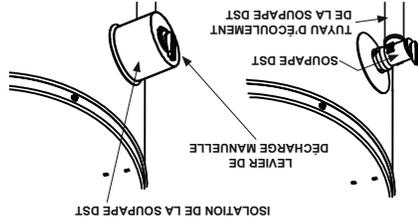

FIGURE 15
3. Écarter les côtés du manchon isolant et l'engager sur la soupape DST. Voir Figure 15. Appliquer une légère pression sur l'isolant pour le mettre complètement en place sur la soupape DST. Une fois en place, l'attacher avec du ruban pour conduits, du ruban électrique ou autre produit équivalent. IMPORTANT : L'isolant et le ruban ne doivent pas obstruer ni couvrir l'ouverture de purge de la soupape DST. Par ailleurs, l'isolant et le ruban ne doivent pas bloquer l'accès au levier de décharge manuelle (Figure 15). Veiller raccorder un tuyau d'écoulement à l'ouverture de décharge de la soupape DST conformément aux instructions de ce manuel.